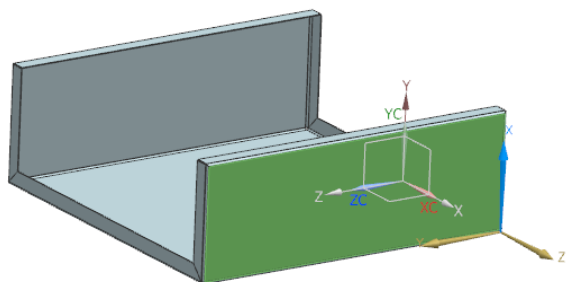

图 6-97 选择草图工作平面
(2) 在“法向除料”对话框中，单击图标，打开“创建草图”对话框。在视图区选择草图工作平面，如图 6-97 所示。